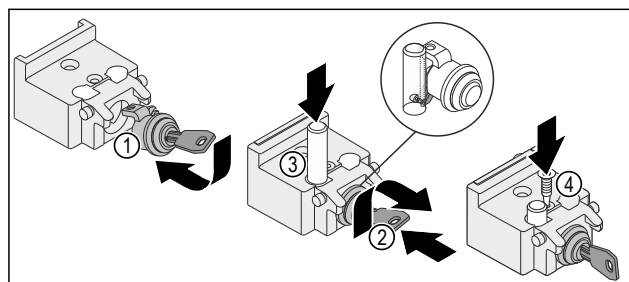

Fig. 16
- Insérer le verrou Fig. 16 (1).
- Insérer la clé Fig. 16 (2) et la tourner.
- Insérer le boulon Fig. 16 (3).
- Visser la vis Fig. 16 (4).